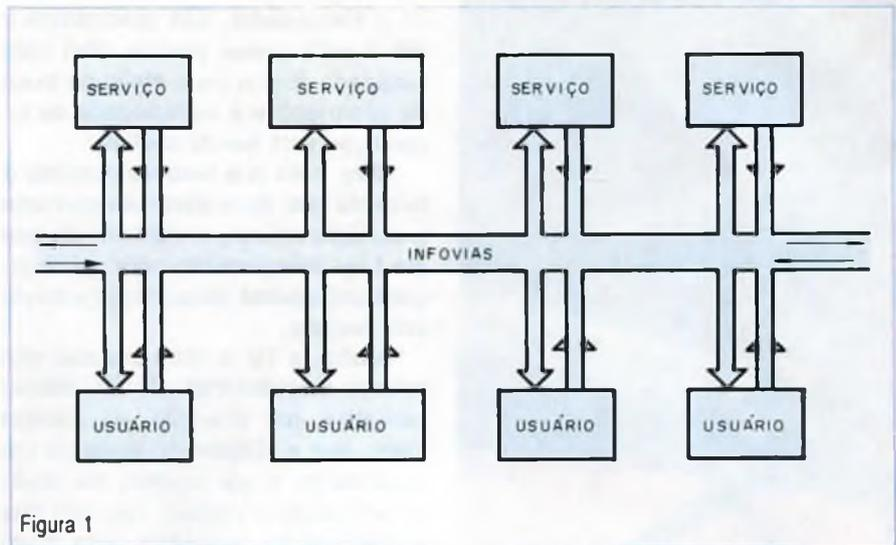

Figura 1
Basicamente, esse sistema pode ser descrito como uma enorme quantidade de pontos que podem tanto receber como fornecer informações (ou os dois, pois o sistema é interativo) e uma rede de cabos que possa transportar essas informações, as chamadas infovias, figura 1.
Uma segunda lei, afirma que quando um raio de luz passa de um meio de uma certa densidade para outro meio de densidade diferente, ele sofre uma mudança de direção de propagação, ou seja, "curva-se" conforme mostra a figura 1.
Assim, no caso da figura 1, o meio (A) tem um índice de refração menor que o meio (B). O raio de luz que vem de cima, curva-se para baixo, de modo que o seno do ângulo de incidência α seja menor que o seno do ângulo de refração β .